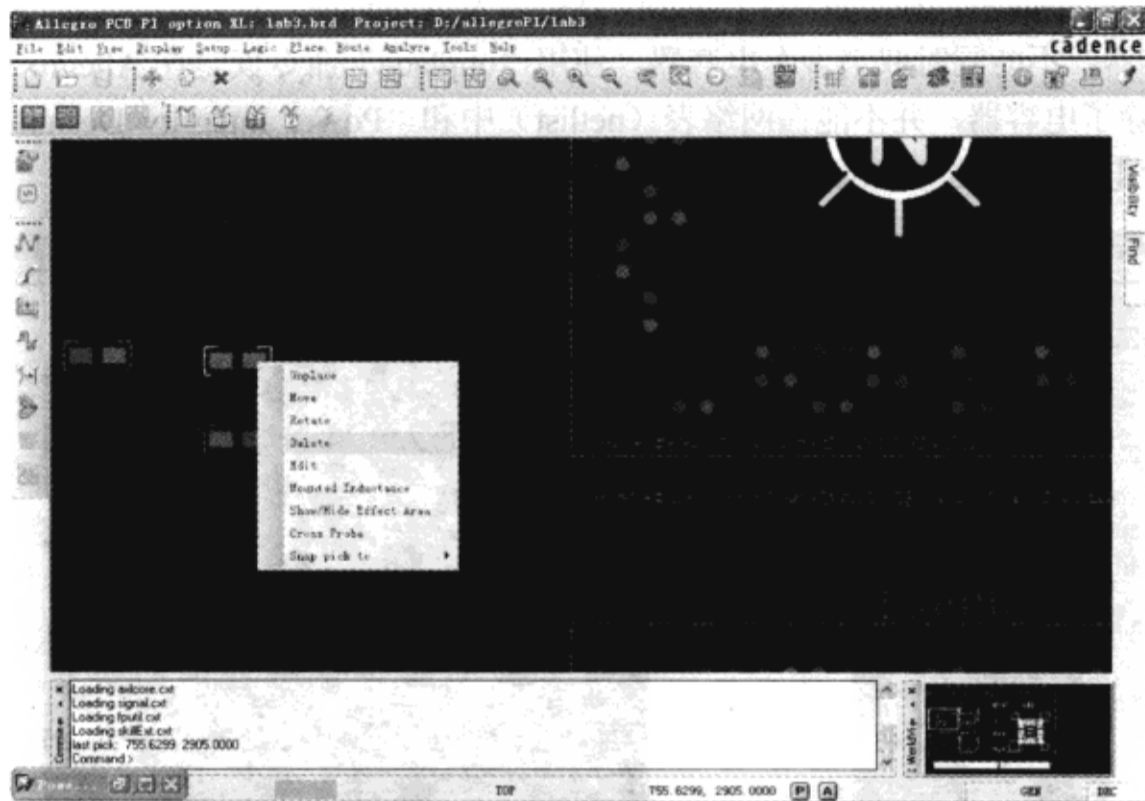

图 9-7-49 删除电容器
(2) 在 Allegro PCB PI option XL 窗口中任意一个电容器上单击鼠标右键，在弹出的菜单中选择“Delete”命令，如图 9-7-49 所示。通过这种方法可逐个删除电容器，同时在 Allegro PCB PI option XL 窗口中和 PCB 网络表中移除了电容器，但是并没有在“Power Integrity Design & Analysis”对话框中移除电容器。使用“Delete”命令可在网络表中移除电容器，为了在“Power Integrity Design & Analysis”对话框中移除电容器，必须在电容器库当中取消对这个电容器的选择。
(3) 在“Power Integrity Design & Analysis”对话框中单击“Cancel”按钮关闭这个对话框，并不需要保存 PCB 的修改。如果在“Power Integrity Design & Analysis”对话框中单击“Cancel”按钮，将会删除自上次保存以来对电路板做的所有修改。在“Power Integrity Control”对话框进行的设置和所摆放的电容器都不会被保存。